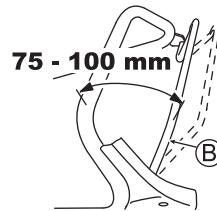

Fig. 26
Réglez de telle façon que la machine fonctionne (l'embrayage s'engage) lorsque la distance entre le levier d'embrayage (B) et le guidon est de 75 - 100 mm ainsi qu'ilustré dans la Fig. 26.